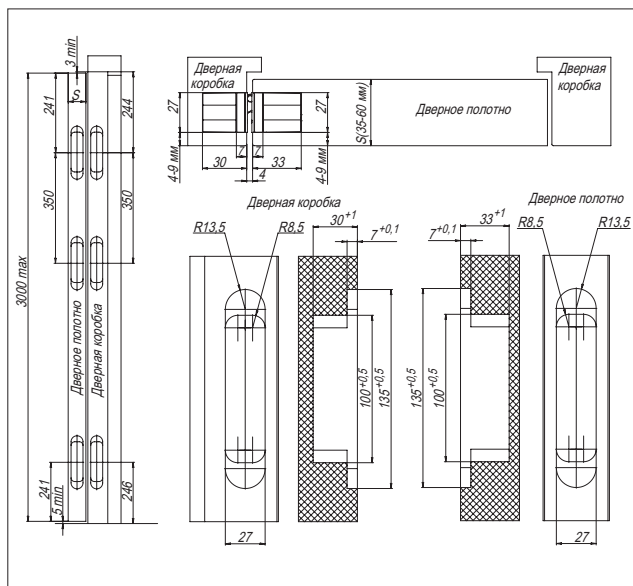

Рис. 2 — Размеры пазов под петли
1. Определить количество устанавливаемых петель исходя из массы дверного полотна и наличия доводчика и/или дверного упора. Отфрезеровать установочные пазы под петли в дверном полотне и в дверной коробке (см. рис. 2).